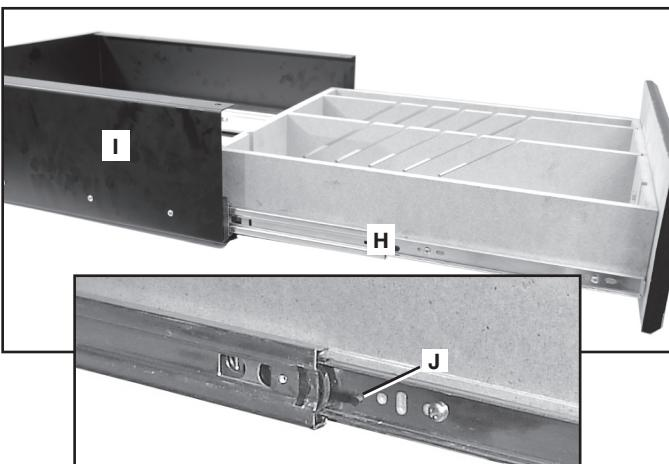

FIG. 5
Si tiene la gaveta de accesorios, quite la gaveta, (H) Fig. 5, del marco de la gaveta (I). Para hacerlo, sujeté la lengüeta de liberación (J) y desenganche el riel de metal de la gaveta del riel de metal del marco.